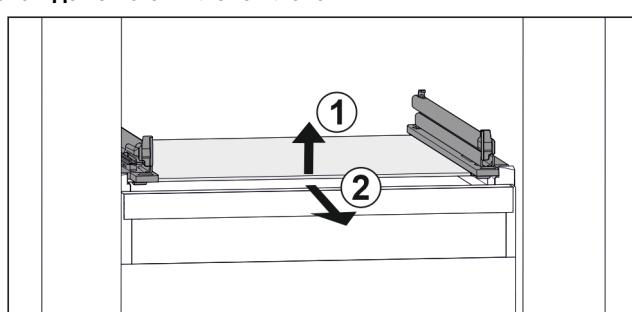

Fig. 44 Примерно изображение на стъклената плоча
- Повдигнете стъклена плоча отпред. Fig. 44 (1)
- Извадете стъклена плоча напред. Fig. 44 (2)